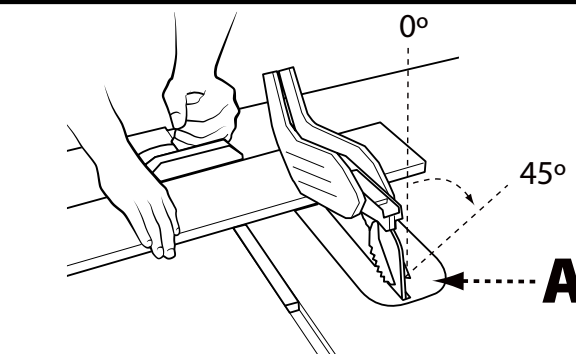

FIGURE 27
La coupe transversale en biseau est identique à la coupe transversale simple, sauf que l'angle de biseau (A) est réglé sur un angle autre que  $90^\circ$ . Lors d'une coupe transversale en biseau, placez le guide à onglets dans la fente droite de sorte que la lame soit inclinée à l'opposé du guide et des mains. Voir Figure 27.